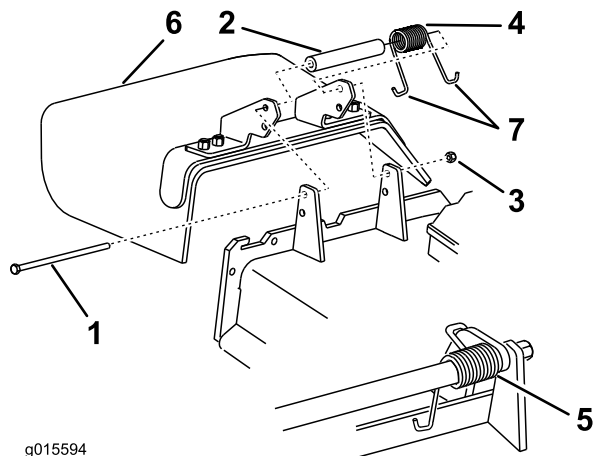

Figura 88
- Retire la contratuerca, el perno, el muelle y el espaciador que sujetan el deflector a los soportes de pivote (Figura 88).
- Retire el deflector de hierba dañado o desgastado (Figura 88).
Nota: Asegúrese de colocar un extremo en J del muelle detrás del reborde de la carcasa antes de instalar el perno, tal y como se muestra en la Figura 88.
6. Coloque un extremo en J del muelle alrededor del deflector de hierba (Figura 88).